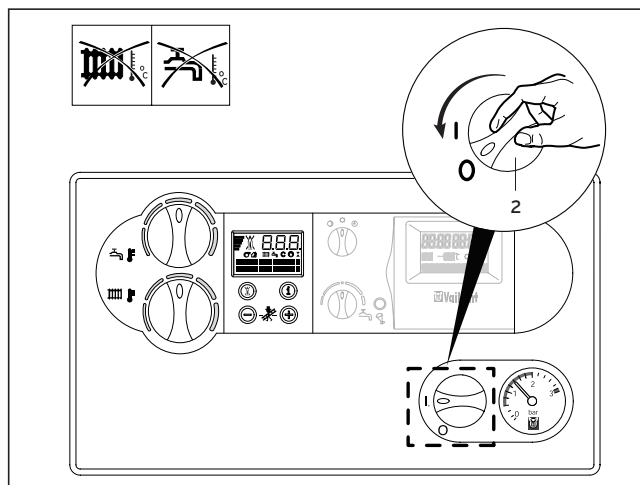

Fig. 3.14: Disattivazione completa
- Per far ciò, ruotare l'interruttore generale (2) sulla posizione „0” (fig. 3.14).